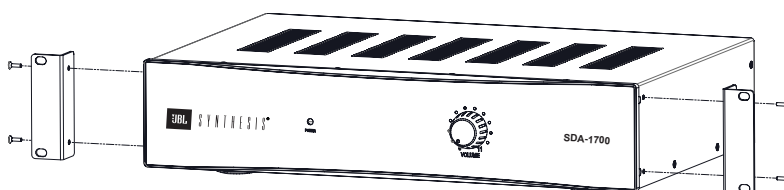

Рисунок 4
- Если это применимо и/или необходимо для установки, закрепите кронштейны для крепления на стойку на каждой стороне передней части усилителя с помощью прилагаемых винтов. См. рисунок 4.